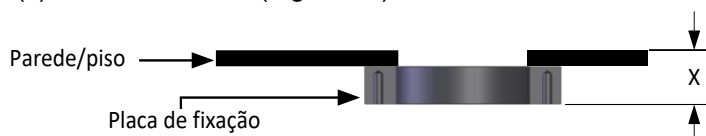

Figura 27: Medição da profundidade de inserção
1. Assim que a placa de fixação tenha sido soldada na sua posição sobre a abertura de tamanho adequado, a distância da face exterior da placa de fixação até à parede interna (x) deve ser medida (Figura 27).